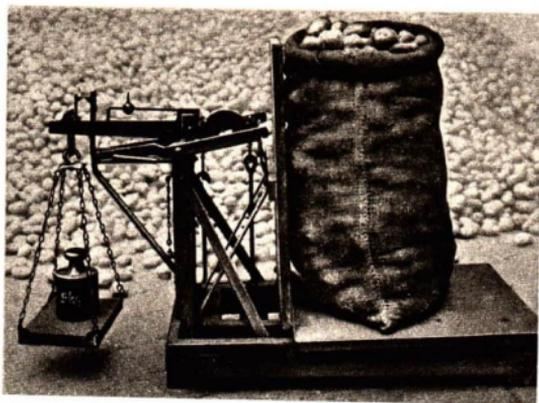

Abb. 30/1. Dezimalwaage
treide, gemessen werden, ist die *Dezimalwaage*, auch *Brückenwaage* genannt (Abb. 30/1). Der zu messende Körper wird auf die *Brücke* (1) gestellt. Auf Grund der besonderen Konstruktion der Waage braucht man auf die *Waagschale* (2) nur ein Wägestück zu legen, das den zehnten Teil der zu messenden Stoffmenge beträgt. Beträgt die Stoffmenge des zu wägenden Körpers 50 kg, so braucht man auf die Waagschale nur 5 kg zu legen. Bei einer anderen Wägung liegen auf der Waagschale 3,5 kg. Welche Stoffmenge hat der zu messende Körper? Die Waage ist im Gleichgewicht, wenn sich die beiden *Zungen* (3) genau gegenüberstehen. Mittels eines *Hebels* kann die Waage festgestellt werden.